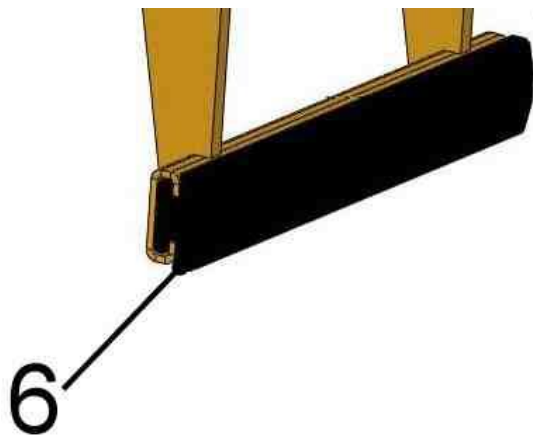
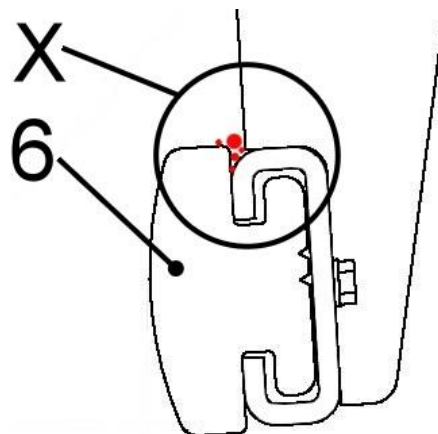

Fig. 1
Fig. 2
Regelmessig kontroll for smuss (f.eks. små steinpartikler) i det øvre område (se punkter bildedetalj «X» i fig. 2) på gripebakkene av gummi (6) → se fig. 1 / fig. 2.